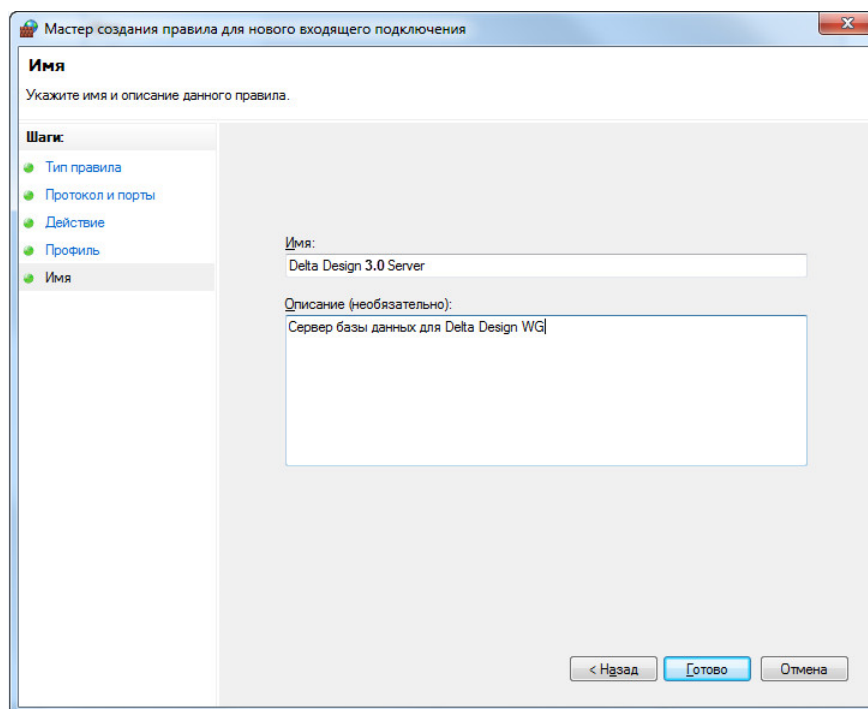

Рис. 53 Задание имени для созданного правила
6. Задайте имя правила, см. Рис. 53.